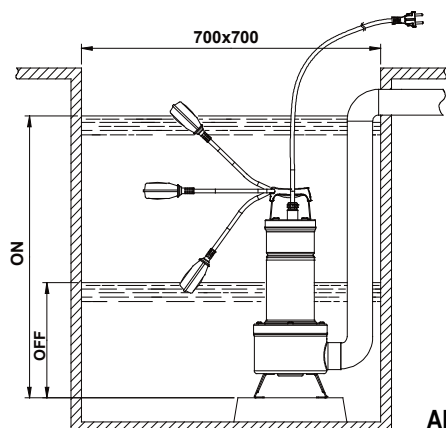

Abb.1
- 4.1 Falls der Boden des Schachts, in dem die Pumpe eingesetzt werden soll, stark verschmutzt ist, sollte eine Unterlage für die Pumpe vorgesehen werden, damit die Ansauggitter nicht verstopfen können (**Abb. 1**).
- 4.4 Bei den Ausführungen mit Schwimmerschalter sicherstellen, daß dieser frei beweglich ist (SIEHE ABSATZ EINSTELLEN DES SCHWIMMERSCHALTERS). Es müssen Aufnahmeschächte mit den **Mindestabmessungen** der **Abb.1** vorgesehen werden. Die Schachtgröße muß immer auch entsprechend der zulaufenden Wassermenge und der Förderleistung der Pumpe gewählt werden, damit der Motor nicht zu oft angelassen werden muß.